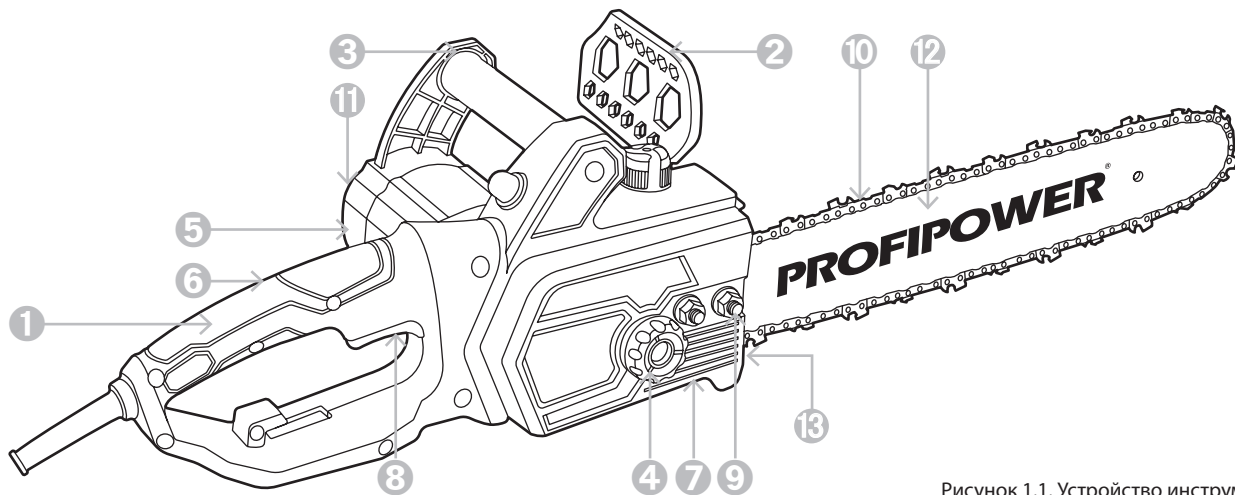

Рисунок 1.1. Устройство инструмента
❶ Положите инструмент на ровную поверхность. Цепь «10» закрепите на пильной шине «13» (рисунок 1.1.). Обратите внимание на правильность направления движения цепи. Убедитесь, что направление цепи соответствует направлению установленного момента распиловки.
❷ Расположите цепь вокруг звездочки цепи и закрепите пильную шину таким образом, чтобы установочная шпилька и шуруп совпали, как и пильная шина с стабилизатором натяжения цепи. Отверстие стабилизатора должно совпасть с отверстием пильной шины. При необходимости болт – фиксатор напряженности цепи нужно направить